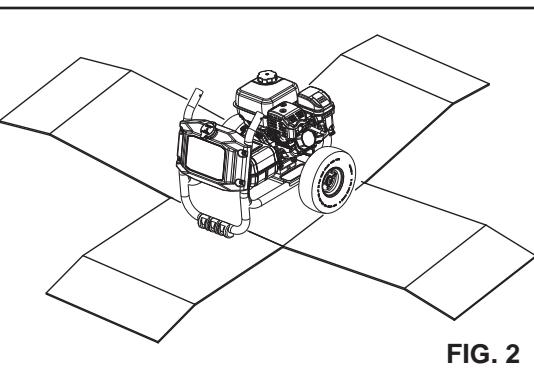

FIG. 2
2. Corte las cuatro esquinas de la caja desde la parte superior hacia abajo y coloque los paneles en posición horizontal. (Fig. 2)